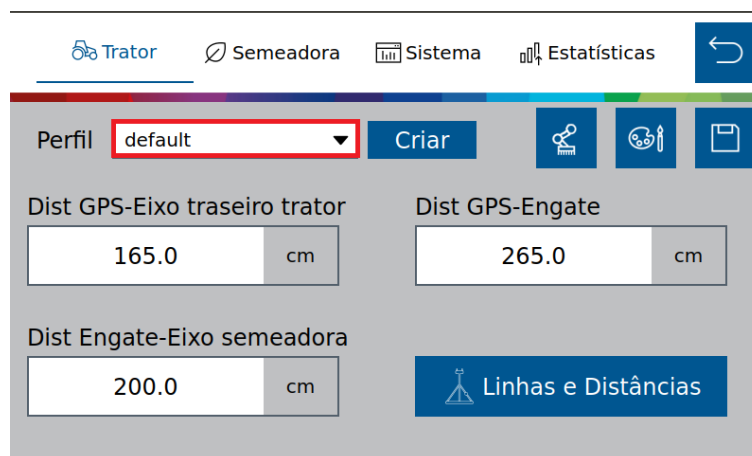

Figura 87 - Botão para seleção de perfil
- A) Botão para selecionar um dos perfis existentes na aplicação, ao ser selecionado, todos os perfis existentes serão apresentados na janela. O perfil selecionado está disponível para alterar os parâmetros de configuração, Figura 87.